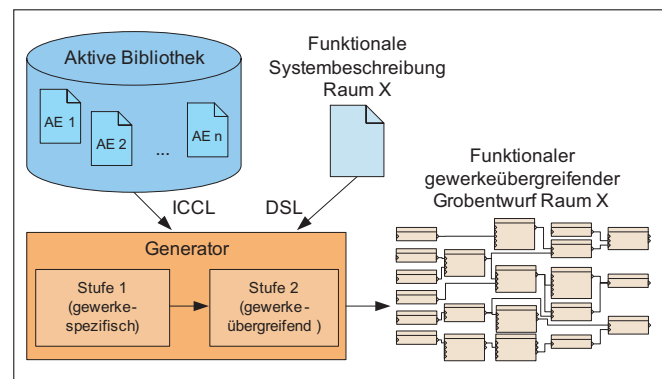

Bild 4: Automatische Generierung funktionaler Grobentwürfe je Raum.
Die gesammelten Entwurfsmuster müssen nun in allen ihren möglichen Ausprägungen für den Generator in einem einheitlichen maschinenlesbaren Format als Baupläne beschrieben werden. Diese werden in einer sogenannten *Aktiven Bibliothek* in Form von *aktiven Elementen* (AE) hinterlegt, die im Format einer ICCL (Implementation Component Configuration Language) spezifiziert werden (siehe Bild 4). Neben den Entwurfsmustern und ihren Bauplänen finden sich hier auch alle ihre Grundbausteine, die abstrakten Platzhalter, wieder. In den aktiven Elementen ist für jedes Entwurfsmuster exakt definiert, aus welchen Platzhaltern sie bestehen, unter welchen Bedingungen (Requirements) welche Platzhalter vorhanden sind und wie diese miteinander zu verbinden sind. Der Generator ist dadurch in der Lage, anhand der in einer DSL (Domain Specific Language) beschriebenen Anforderungen aus dem Requirement-Engineering automatisch die entsprechenden Entwurfsmuster zu identifizieren und in ihrer geforderten Ausprägung zu instanziierten.